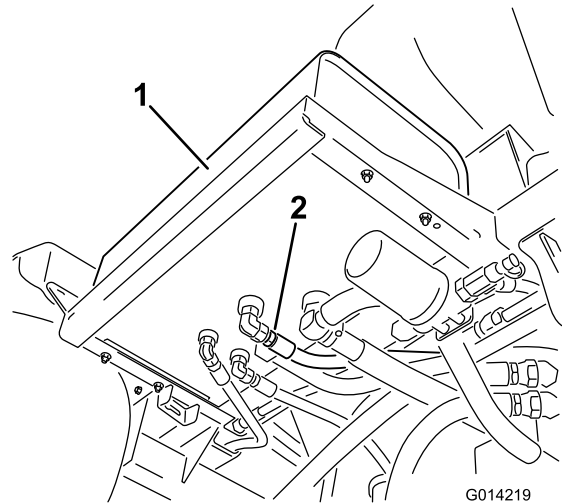

图72
2. 清洁液压油箱底部的一个液压软管接头周围的区域（图72）。
4. 从油箱上拆下软管接头、将油排放到盘中（图72）。